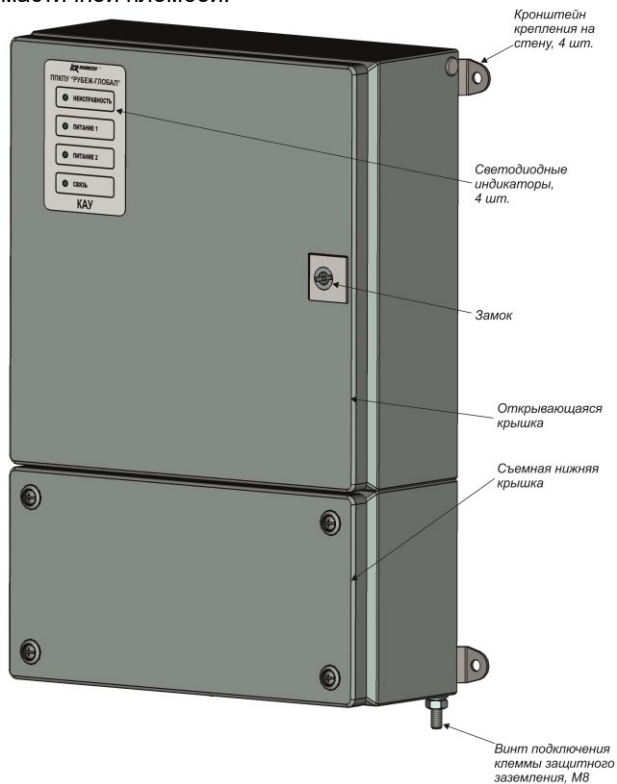

Рисунок 6 – Внешний вид КАУ-2
– КАУ-2 – в металлическом корпусе (Рисунок 6)